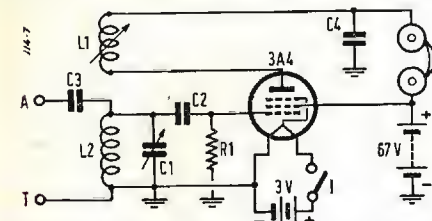
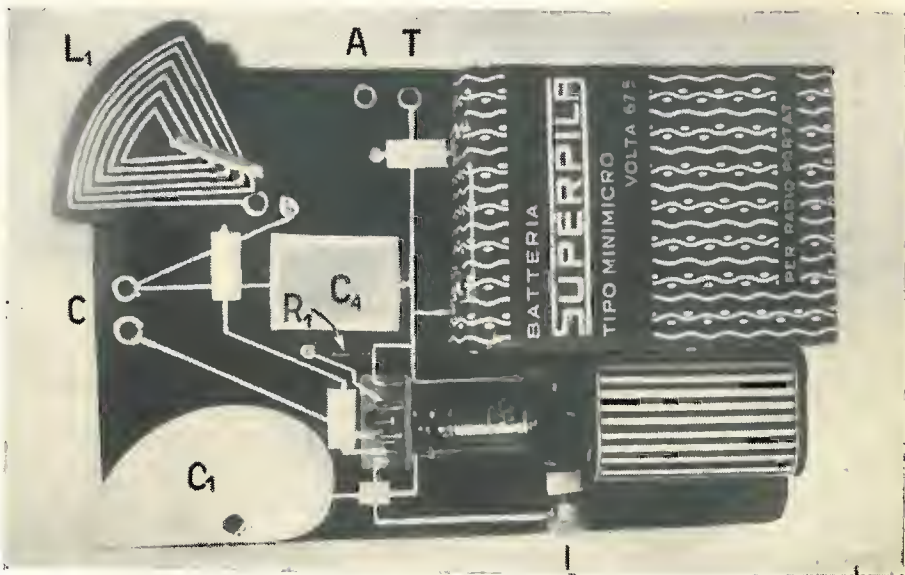

Fig. 6. - Schema elettrico del ricevitore di fig. 5.
Fig. 5. - Apparecchio a reazione per onde corte realizzato con circuito dipinto.
In fig. 5 è riportato un altro semplice circuito realizzato con circuito dipinto; in fig. 6 ne è riportato lo schema. Da un primo esame si vede che le batterie sono state collocate direttamente su un pannello (di cartone bachelizzato) e i relativi morsetti fanno capo al circuito senza alcun filo, ma semplicemente mediante tratti di vernice conduttrice; l'interruzione della tensione di filamento (3 V, batteria Burgess n. 422) viene effettuata mediante un interruttore a vite 1 facilmente realizzabile e posto sul lato positivo; anche lo zoccolo della valvola (3A4) è autocostruito mediante una lastrina di materiale plastico piegato a squadra e nel quale sono stati praticati i sette fori corrispondenti ai piedini del tubo; un tratto di vernice conduttrice collega questi piedini con il resto del circuito. Le intersezioni fra i vari conduttori sono state realizzate con l'usuale sistema del ponte di materiale isolante e sono visibili in figura nel numero di quattro. I rivetti contrassegnati A e T sono quelli relativi alle prese di antenna e terra; il primo è collegato al condensatore C_3 , alla bobina L_2 e al condensatore C_2 superiormente al pannello e pertanto non sono visibili; è invece visibile la resistenza R_1 (che abbiamo delimitato con due linee bianche per renderla più evidente). Il rivetto corrispondente alla presa di terra (T) fa capo al polo negativo della batteria anodica e della batteria di filamento, oltre che al condensatore C_4 ,
I rivetti contrassegnati con la lettera C sono quelli relativi all'attacco della cuffia e uno di essi fa capo all'induttore variabile L_1 che regola il grado di reazione trovandosi la bobina L_2 sotto a questo, ma dal lato opposto del pannello; un sottile filo metallico avvolto a spirale (l'unico in tutto il circuito) garantisce la necessaria mobilità del settore di bachelite su cui è dipinta la bobina L_1 . Dallo schema riportato in fig. 6 si vede come l'apparecchio della figura precedente sia un monovalvole a reazione per audizione in cuffia; l'inconveniente principale di questo circuito è la grande dispersione delle bobine e la loro notevole influenzabilità ad opera di agenti esterni; per tale fatto la regolazione della reazione è difficoltosa a meno